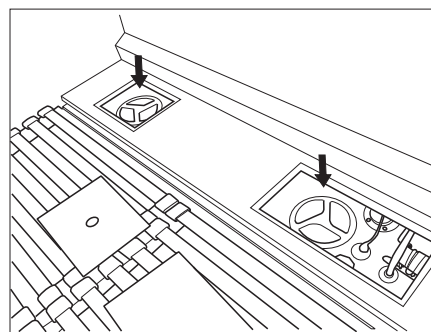

Fig. 68 Aperture di pulizia del serbatoio dell'acqua potabile (fig. simile)
- Svitare e rimuovere le aperture di pulizia (Fig. 68). A questo punto è possibile accedere all'apertura di scarico.